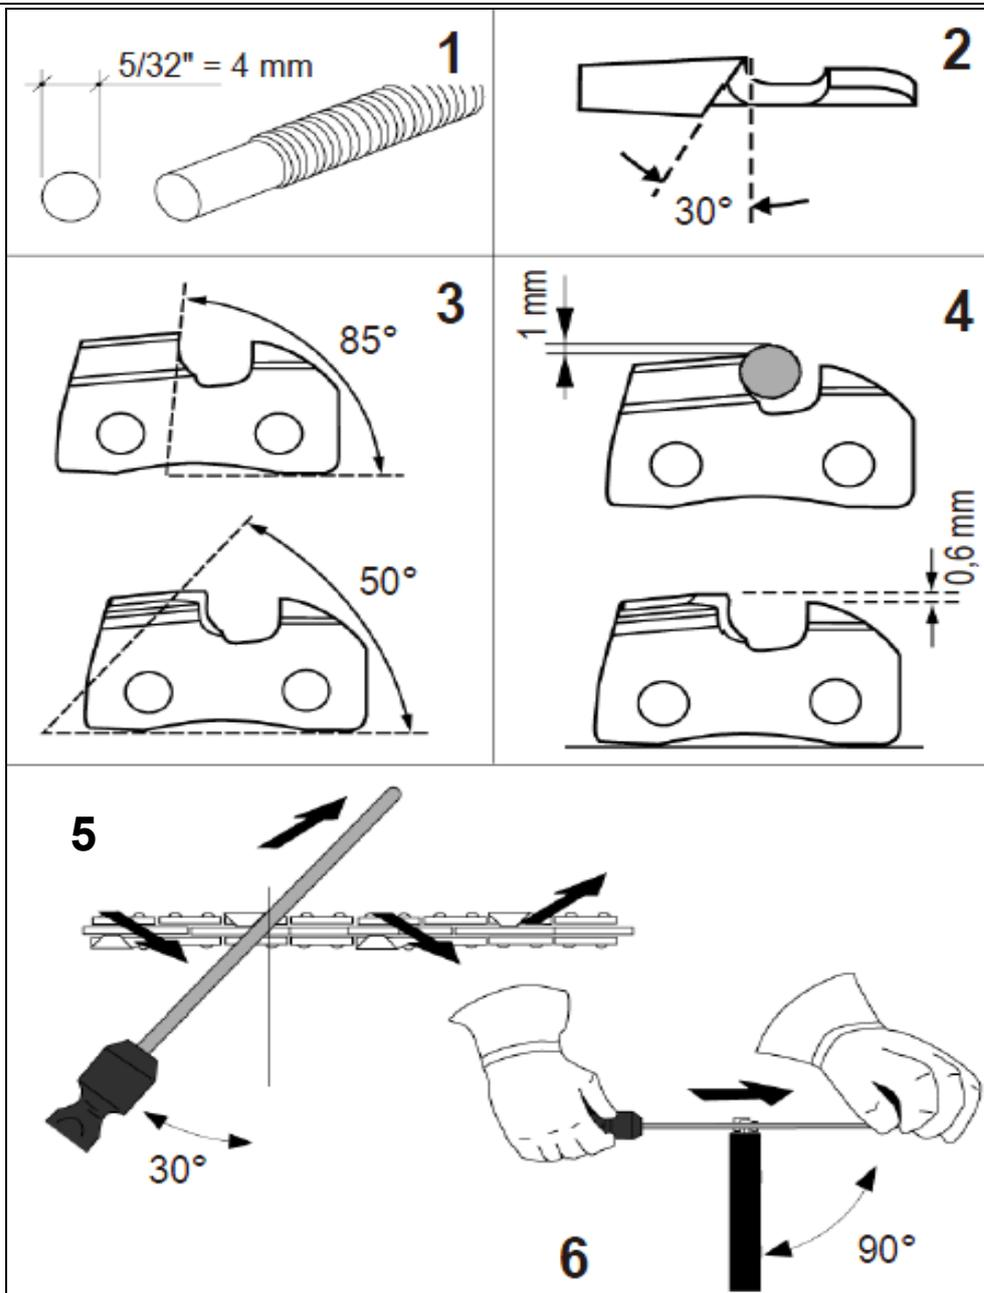

Fig.45
- Utiliser une lime ronde (spécifique pour chaînes) du diamètre 5/32" (4,0 mm), fig.45 item 1.
- Observer les angles d'affûtage comme en Fig.45 items 2-3.
- Affûter en limant de l'intérieur vers l'extérieur (fig.45 item 5), toutes les dents sur un côté, puis celles sur le côté opposé.
- Positionner la lime de manière à ce qu'elle dépasse d'environ 1 mm (Fig. 45 repère 4) au-dessus du niveau des tranchants.